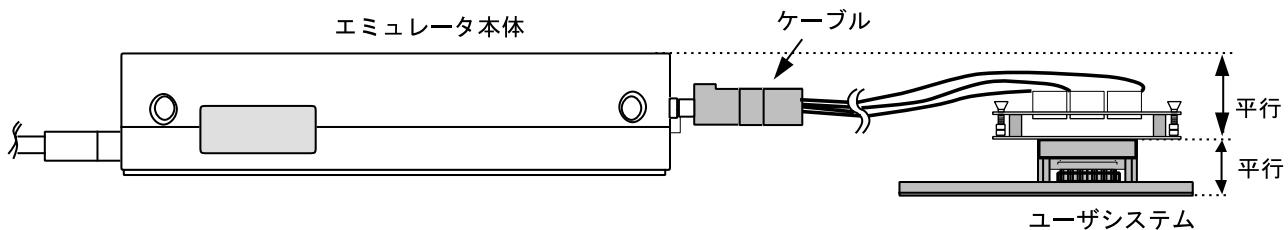

図11 設置例
- (1) ユーザシステムへの接続時には1ピン位置に十分注意して、誤接続は絶対にしないでください。
- (2) 本ユーザシステムインターフェースケーブルを使用する場合の推奨マウントパッド寸法は、MCU実装用マウントパッド寸法とは異なりますので注意してください。
- (3) 本ユーザシステムインターフェースケーブルは、HS3L08EPI60Hエミュレータ専用ですので、他のエミュレータ本体には使用しないでください。
- (4) ケーブル本体部が断線する可能性がありますので、本ユーザシステムインターフェースケーブルの上に重いものや金属等の角の尖ったものを置かないでください。
- (5) ユーザシステムに接続した状態では、ユーザシステムインターフェースケーブル、特にケーブル先端部に無理な力が加わらないように注意する必要があります。図11の設置例を参照してご使用ください。